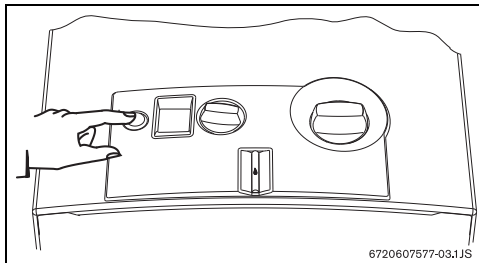

Рис. 5
- Для включения нажать кнопку вкл./выкл. (рис. 5).